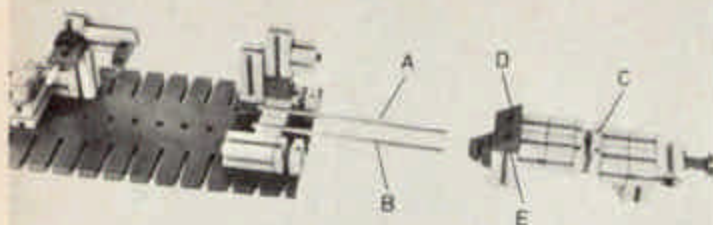
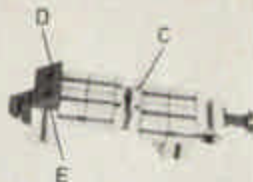
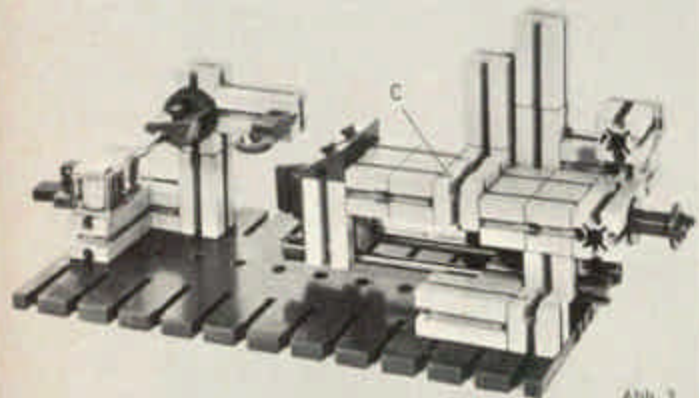

Abb. 2
Abb. 1
Abb. 3
dan het in werkelijkheid is. Je hebt er de dozen ft 300, ft mot. 2, ft e-m 1 en ft e-m 4 voor nodig. Bovendien tonen we je in dit blad nog een paar heel simpele modellen die je al met weinig extra statica-delen na kunt bouwen. Afbeelding 1 laat een vorkheftruck zien, afb. 2 een schommel met rem, en afb. 3 een leuk kraantje. De kabelrollen die bij dit model gebruikt zijn, zitten tegenwoordig in alle grote statica-bouwdozen en zijn bovendien vanaf januari 1972 ook te krijgen in de doos ft 06. En nu een heel belangrijke en leuke mededeling: We nodigen jou en al je Club-vrienden uit de hele wereld uit om mee te doen aan de
1. Opbouw van de schuif volgens afbeelding 1 en 2. Met beide assen A en B wordt de schuif in de lengterichting geleid. Het tussenstuk C moet iets lager komen dan de hoogte van de reep, zodat de bovenste reep bij het uittrekken van de schuif goed op dit tussenstuk kan glijden.
2. Opbouw van het magazijn volgens afb. 3 en 4. Wordt bij gevuld magazijn de schuif naar buiten getrokken, dan mag er telkens maar één reep meekomen.